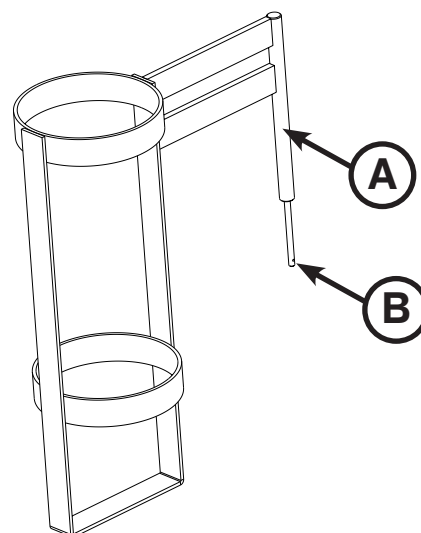

Abbildung 16.2: Senkrechte Halterung für Sauerstoffflaschen
1. Die Stützstange (A) in den Infusionsständereinsatz an einer der vier Ecken der Liegefläche einführen.
2. Den Splint (B) zur Fixierung der Flaschenhalterung in die Öffnung in der Stützstange einführen, wie in Abbildung 16.2 dargestellt.